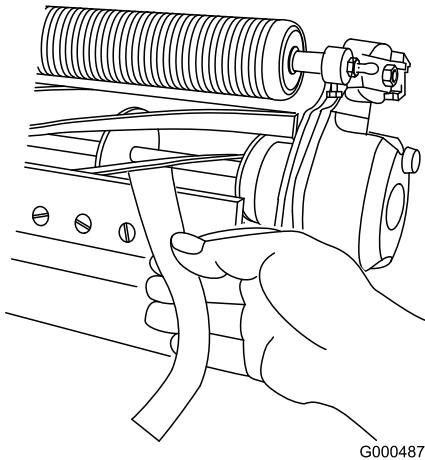

Bild 12
3. Testen Sie die Mähleistung, indem Sie einen langen Streifen des Schnittleistungspapiers (Toro Bestellnummer 125-5610) senkrecht zum Untermesser zwischen die Spindel und das Untermesser legen (Bild 12). Drehen Sie die Spindel **langsam** vorwärts; das Papier sollte geschnitten werden.